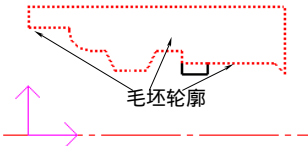

图 4-145 拾取毛坯轮廓
- 系统接着提示用户拾取毛坯轮廓，仍然以“限制链拾取”方式依次选取如图线段，如图 4-145 所示。